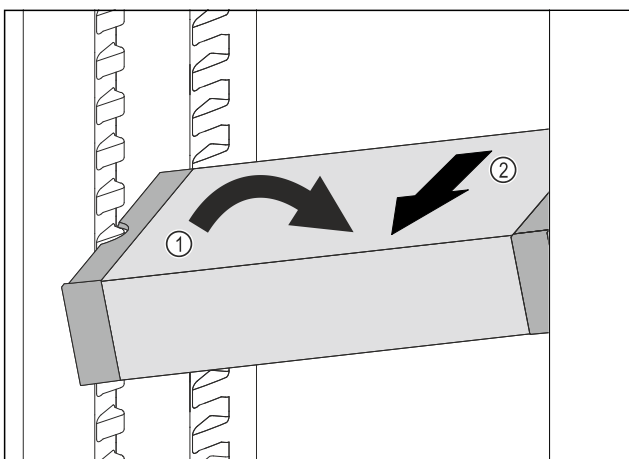

Fig. 190
- VarioSafe im Kühlteil schräg stellen. Fig. 190 (1)
- VarioSafe nach vorne entnehmen. Fig. 190 (2)